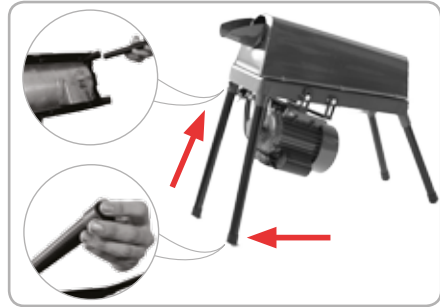

Fig.5
- Montați picioarele de susținere la cadrul posterior pe corpul morii cu ajutorul șuruburilor din kitul de montaj (fig.5).
- Montați capacele antialunecare pe suportul de susținere al morii (fig.5).